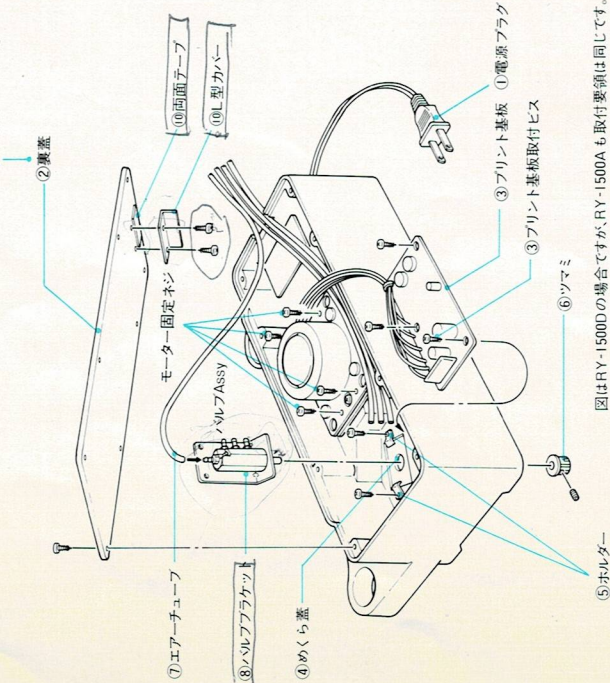

図2. 吸着バルブAssy取付及びモーター固定方法
- レコード吸着キットを使用の場合は、まず、吸着バルブAssyをモーターユニットに組込みます。(図2参照)
- 付属のモーター固定ネジ(43×5 M本を図2の様におねじこめば、モーターが固定されます。